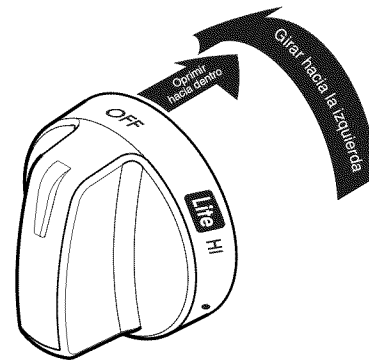

Fig. 35
- a. Para verificar el encendido adecuado, oprima y gire la perilla de un quemador superior a la izquierda a la posición 'LITE'. Usted oirá el ruido de las chispas del encendedor (Ver Fig. 35)
- b. El quemador superior debe encenderse cuando llega gas al quemador superior. Purgue el aire de las tuberías de suministro dejando la perilla en la posición "LITE" hasta que el quemador se encienda. Todos los quemadores deben encenderse dentro de cuatro (4) segundos en funcionamiento normal después de que el aire ha sido purgado de la tubería de suministro.